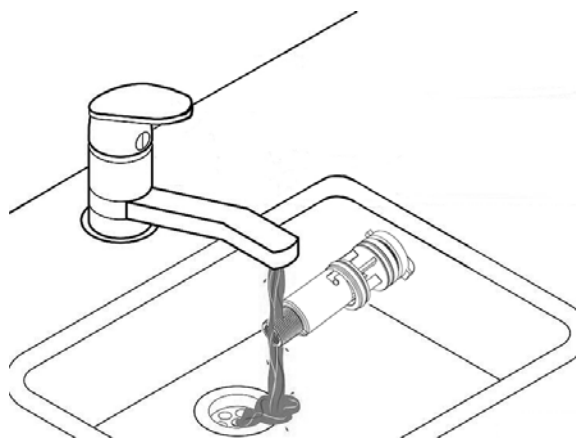
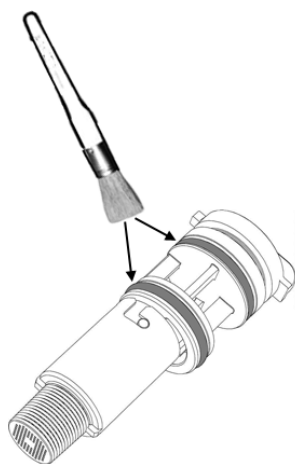

fig. 43
fig. 44
- Ahora es posible limpiar el caudalímetro (fig. 43 y fig. 44) o sustituir los componentes.